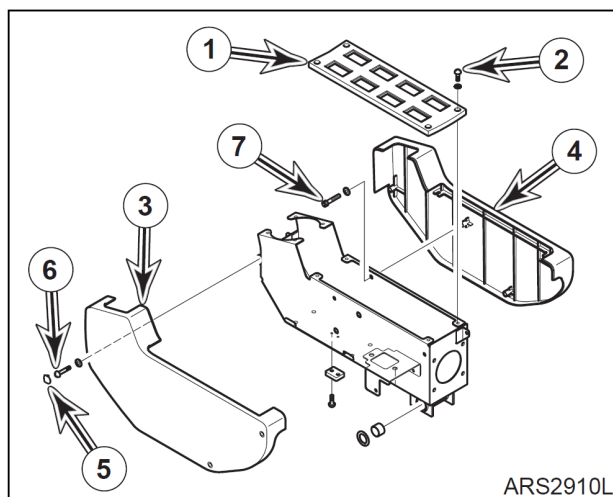

Рис. 4
11. Открутив четыре болта с шайбами (2, рис. 4), снять крышку (1).
12. Вытащить крышку (5, рис. 4), снять два винта, два болта с шайбами (6) и кожух (3).
13. Снять три винта, один болт с шайбами (7, рис. 4) и кожух (4).